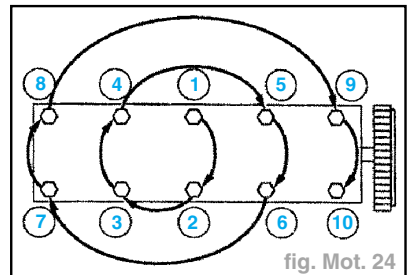

fig. Mot. 24
- Serrer les vis de culasse dans l'ordre indiqué (fig. Mot. 24):